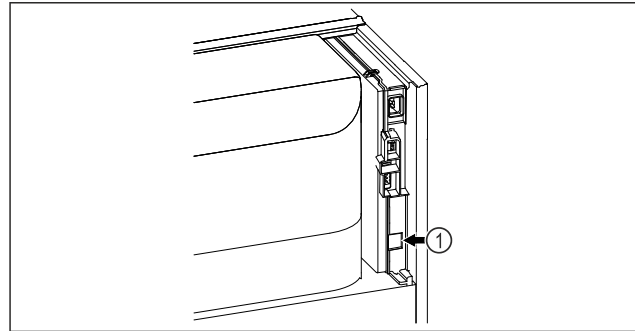

Fig. 77
- A SmartModule Fig. 77 (1) be van helyezve.